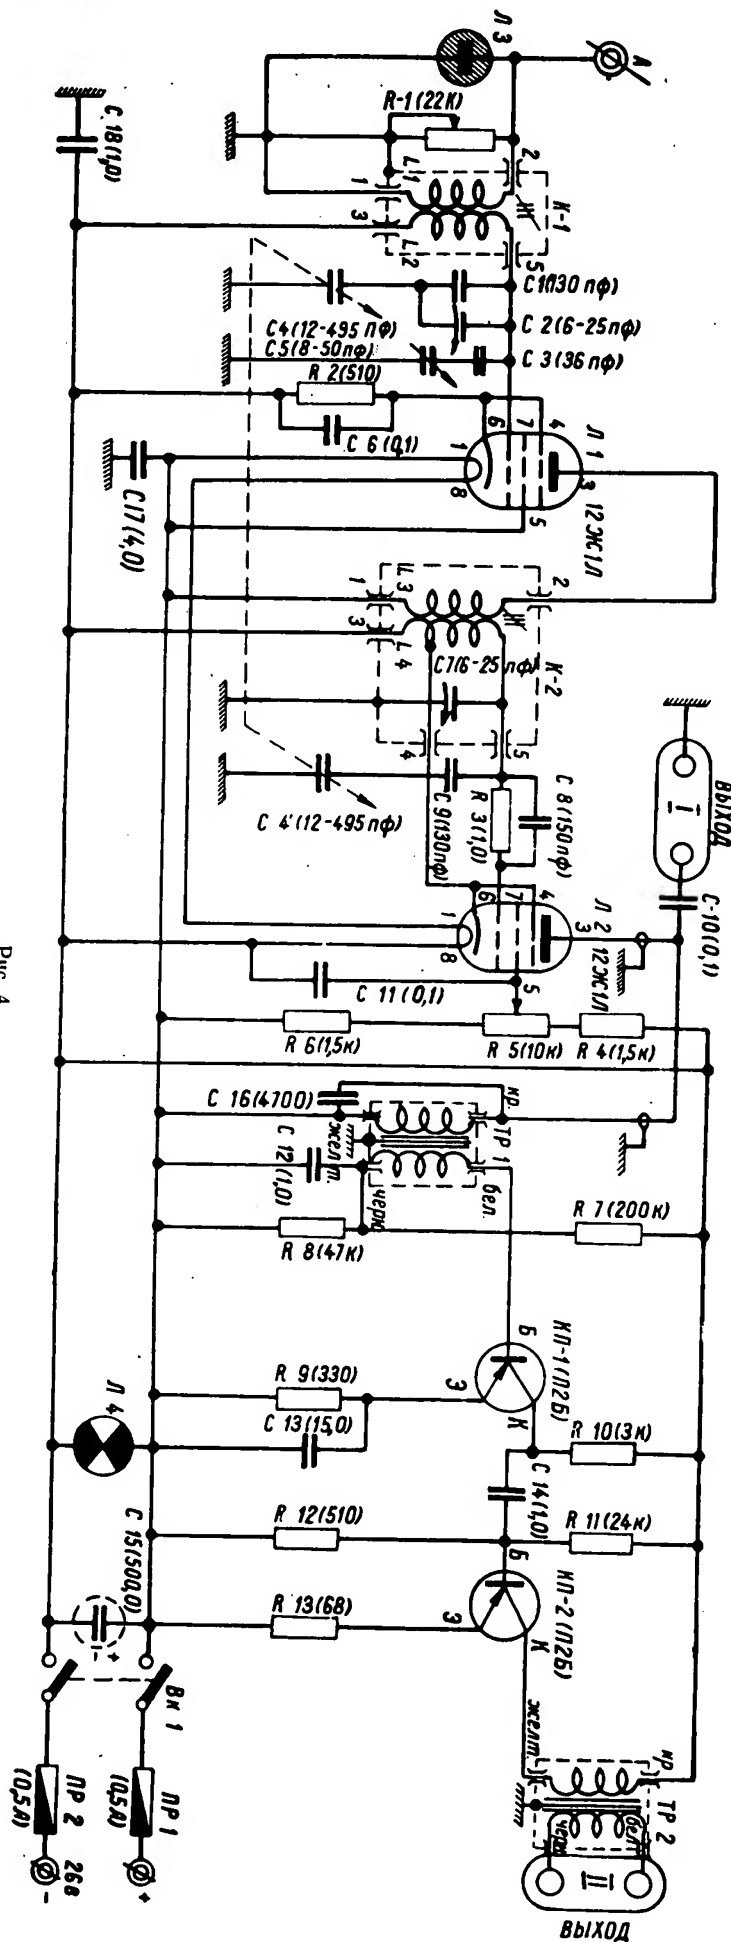

Рис. 4.
8. ПРИНЦИПИАЛЬНАЯ СХЕМА (рис. 4)